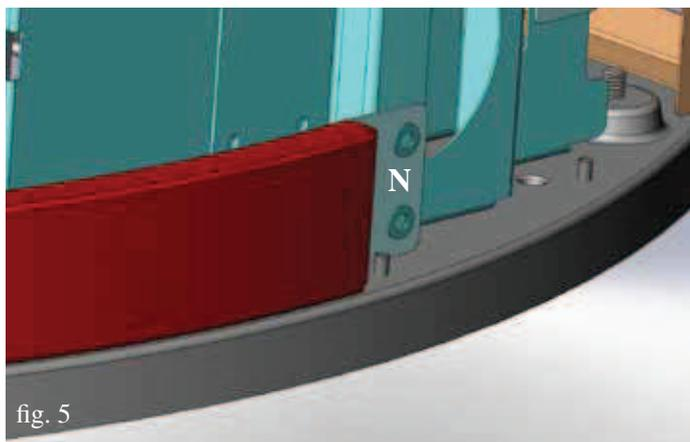
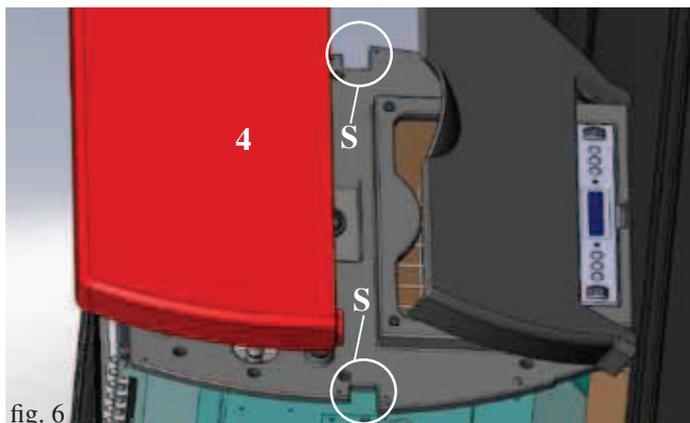

fig. 5
fig. 6
- Fissare le ceramiche con le piastrine applicate, alla struttura della stufa utilizzando le viti e le rondelle in dotazione negli appositi fori (fig. 5).
- Rimontare i due fianchi posteriori in alluminio (5).
- Posizionare il top in ceramica (4) nelle apposite scanalature (S-fig. 6).
**NB: Nella versione con rivestimento in lamiera, la stufa viene fornita già assemblata, tranne il top in ceramica che deve essere posizionato nelle apposite scanalature (S-fig. 6).**